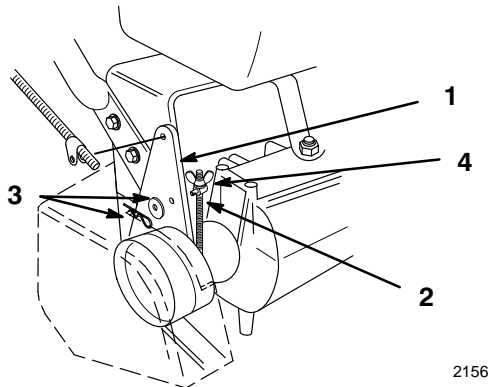

Figure 9
6. Si un réglage des tiges de frein est nécessaire, retirer la goupille épingle et la rondelle de fixation de l'attache de la tige de frein à l'équerre de renvoi (Fig. 9).
7. Visser ou dévisser l'écrou papillon sur la tige de frein, puis remonter l'attache dans l'équerre de renvoi (Fig. 9). Contrôler le réglage et le corriger si nécessaire.